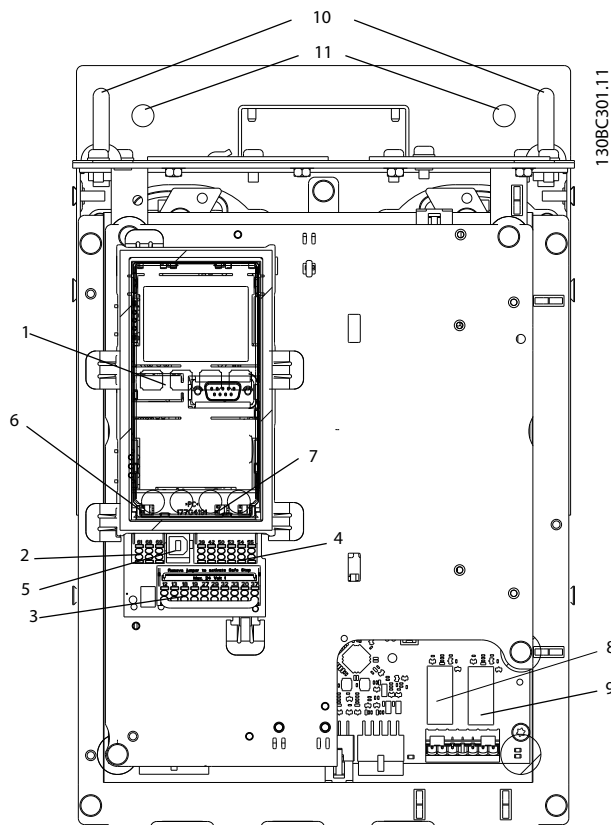

图 9.56 继电器插头的位置，位置 8 和 9
- 拆下标有“RELAY”的所有继电器插头。请参阅图 9.56。